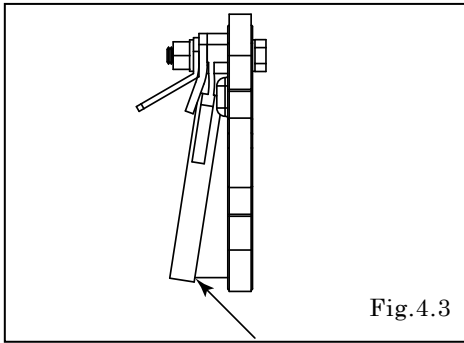

Fig.4.3
- ・フラップバルブとバルブシートとの間に隙間があれば新品と交換する。〔Fig.4.3〕